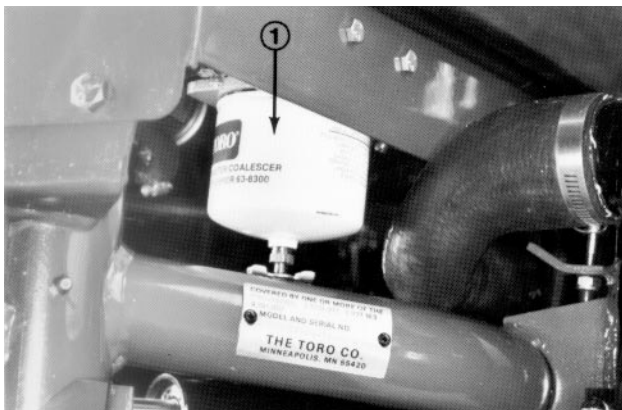

Abbildung 10
1. Der Filter/Wasserabscheider des Treibstoffs befindet sich hinten rechts unter dem Treibstofftank. (Abb. 10).